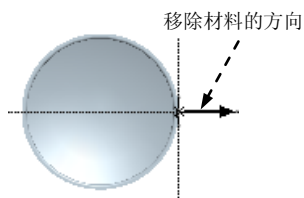
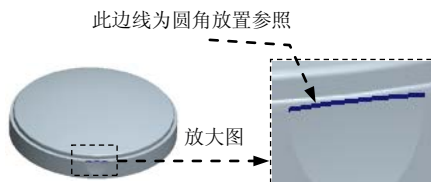

图 6.9.5 移除材料的方向
图 6.9.6 倒圆角 3
(5) 在 **DIRECTION (方向)** 菜单中选择 **Okay (确定)**, 接受图 6.9.5 所示的移除材料的方向。
(6) 单击扫描特征信息对话框下部的 **确定** 按钮, 完成扫描特征的创建。
Step3. 创建倒圆角特征——倒圆角 3。选择下拉菜单 **插入(I)** → **倒圆角(R)...** 命令; 选择图 6.9.6 所示的边线为圆角放置参照, 圆角的半径值为 0.2。